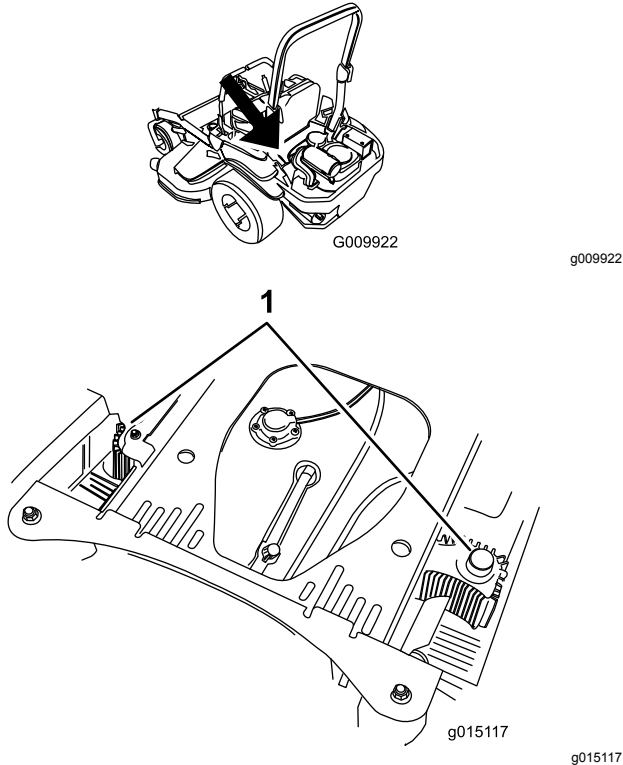

Figura 88
4. Rimuovete sporcizia ed erba dalle coperture dell'unità idraulica (Figura 88).